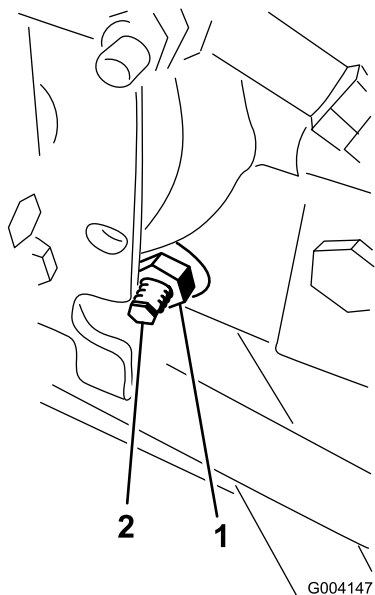

Bild 89
3. Lösen Sie rechts am Hydrostat die Sicherungsmutter an der Fahrtrieb-Einstellnocke (Bild 89).